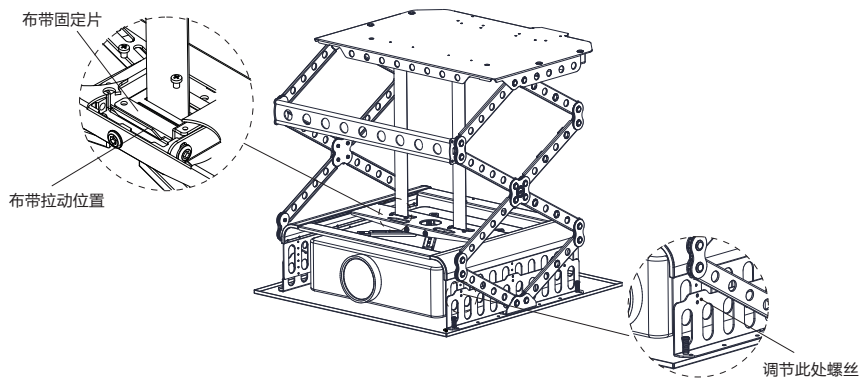

图6
4.如图6，可松开布带固定片中的螺丝来拉动布带缩减投影机下降的高度(0mm-600mm)。另外当遇到较大的投影机时，可依图 6-2 所示，将原本固定的螺丝松，调整至适合投影机高度的螺丝孔位。